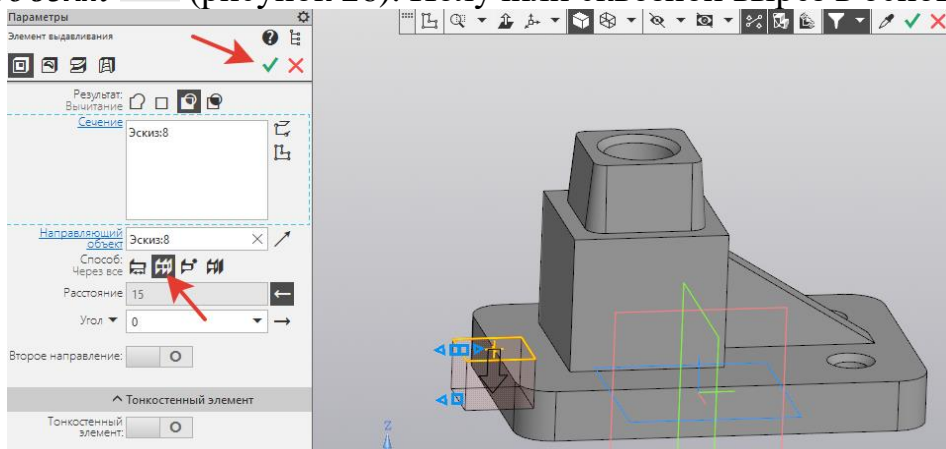

Рисунок 26.
25. На инструментальной панели **Элементы тела** - выбрать **Вырезать выдавливанием**. В **Параметрах** задать **Расстояние – Через все**. **Создать объект**  (рисунок 26). Получили сквозной вырез в основании.